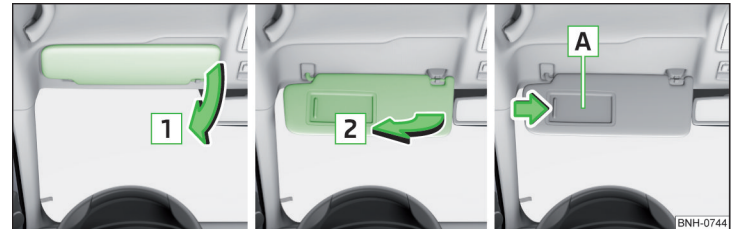

Abb. 62 Blende herunterklappen / Blende hochklappen / Make-up-Spiegel
**Bedienung und Beschreibung der Sonnenblende » Abb. 62**